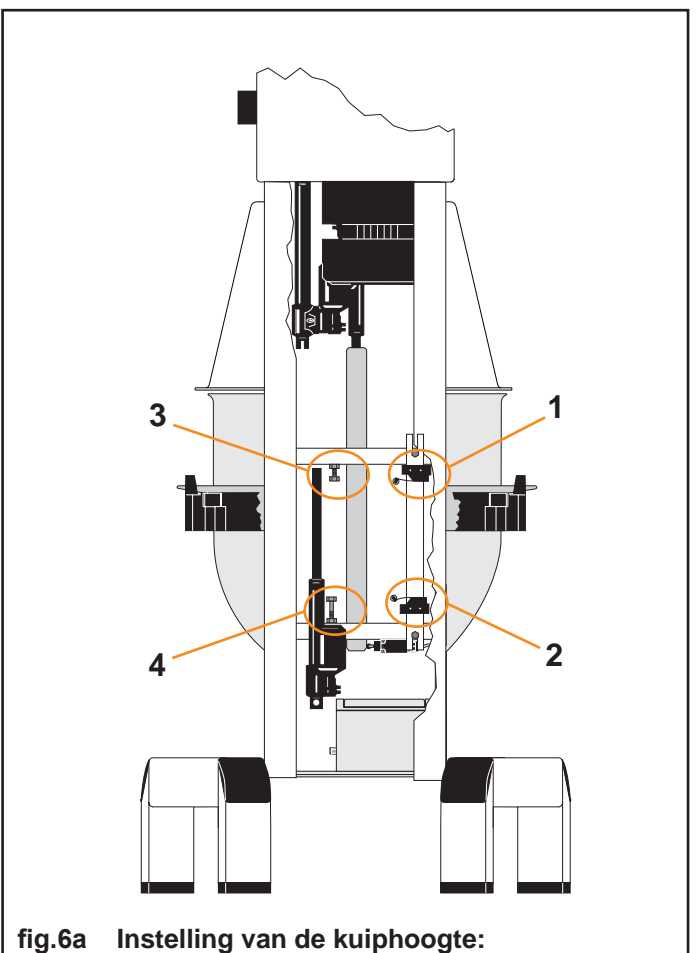

fig.6a Instelling van de kuiphoogte:
De bovenste en onderste stand van het kuip worden bepaald door microscharrelaar (1) en (2) (fig. 6a).